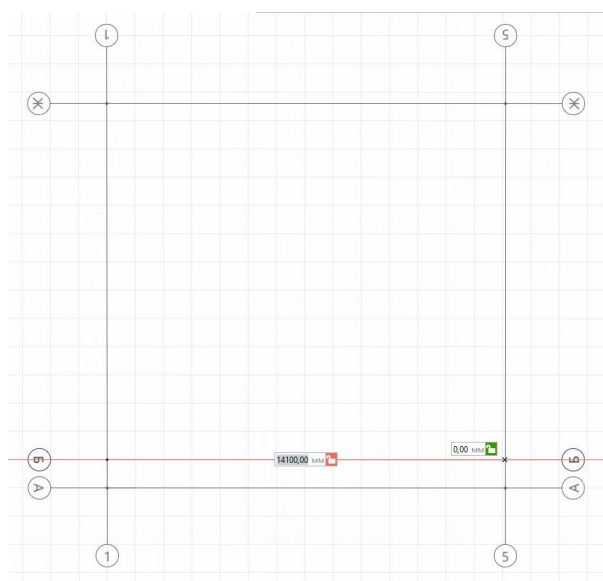

Рис. 16 Построение второй точки оси Б
- Зафиксируем вторую точку оси Б щелчком левой кнопки мыши по оси 5 (рис. 16)